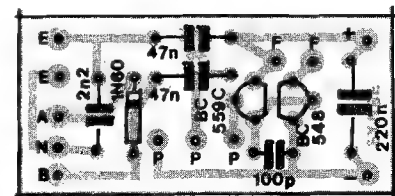

Fig.3
- FIG. 3 - "CHAPEADO" DA MONTAGEM - A plaquinha agora é vista pelo lado sem cobre, com as peças posicionadas (menos as que ficam "fora" da placa, abordadas visualmente na próxima figura). Muita atenção para as localizações/posições dos dois transistores (qualquer inversão af "danará" tudo...) com seus lados "chatos" se confrontando, ficando o BC559C à esquerda (na posição em que a plaquinha é visualizada) e o BC548 à direita... Observar também a posição do diodo 1N60, com sua extremidade marcada (de catodo) "apontando para cima" (sempre considerando a posição em que a plaquinha é vista...). Cuidado para não trocar os valores/posições dos capacitores... Se surgirem dúvidas na identificação/leitura de valores das peças, o Leitor/Hobbysta deve recorrer às informações (importantes) contidas no TABELÃO APE, encartado no início da Revista... Terminadas as soldagens, tudo deve ser conferido (valores, códigos, posições, polaridades, estados dos pontos de solda - pelo lado cobreado, etc.), podendo então ser cortadas as "sobras" de terminais para "limpar a área"...